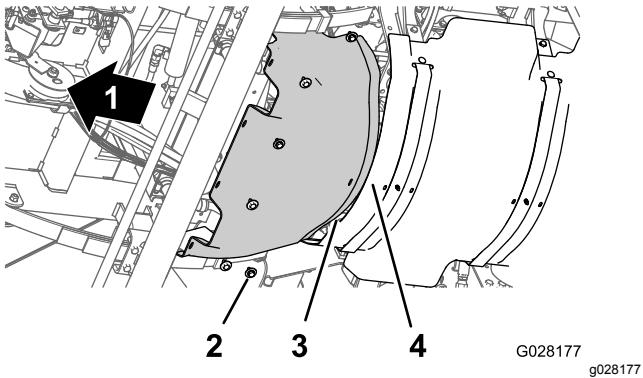

Figura 67
- Alinhe a flange traseira da proteção térmica dianteira por cima da flange dianteira da proteção térmica traseira (Figura 67).
2. Alinha os orifícios da proteção térmica dianteira com os orifícios roscados no chassis (Figura 67).
3. Monte a proteção térmica dianteira na máquina com os 6 parafusos de cabeça hexagonal e as 6 anilhas (Figura 67) que retirou no passo 3 de Retirar a proteção térmica dianteira \(página 4\).